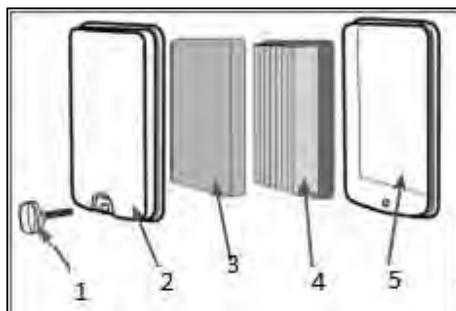

Рис. 20 Обслуживание воздушного фильтра Т-50
Открутите болт 1 и снимите крышку 2 воздушного фильтра (Рис. 20)
Извлеките предварительный поролоновый 3 и основной бумажный 4 фильтрующие элементы (Рис. 20).
7. При незначительном загрязнении промойте предварительный поролоновый фильтрующий элемент 3 (Рис. 20) теплым мыльным раствором и просушите. Поврежденный или сильно загрязненный поролоновый фильтрующий элемент замените.
ВНИМАНИЕ! Бумажный фильтрующий элемент 4 (Рис. 20) не подлежит очистке, необходима его замена. Не продувайте основной бумажный фильтрующий элемент сжатым воздухом, не промывайте его в бензине и других растворителях. Эксплуатация двигателя с грязными или поврежденными фильтрующими элементами, или без фильтрующих элементов приведет к попаданию грязи и пыли в карбюратор и двигатель, что в свою очередь, станет причиной его быстрого износа. Двигатель в этом случае не подлежит ремонту по гарантии.
8. Произведите очистку крышки 2 и корпуса 5 воздушного фильтра (Рис. 20).
6. Установите на место фильтрующие элементы. Установите крышку воздушного фильтра и зафиксируйте ее винтом 1 (Рис. 20).